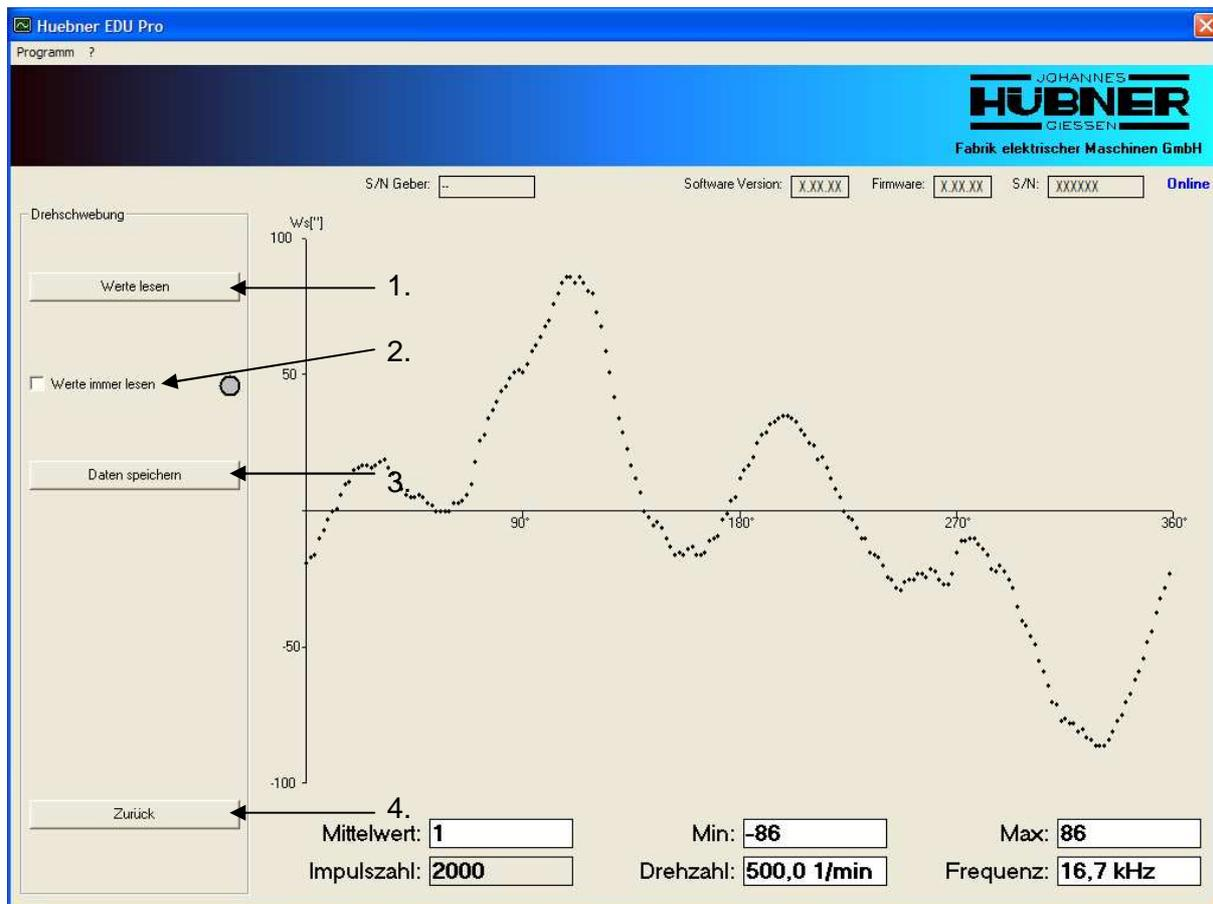

Abb. 14: Drehschwebung
3. – Knopf „Drehschwabung“ (ONLINE Messungen). Weiter Abb. 14.